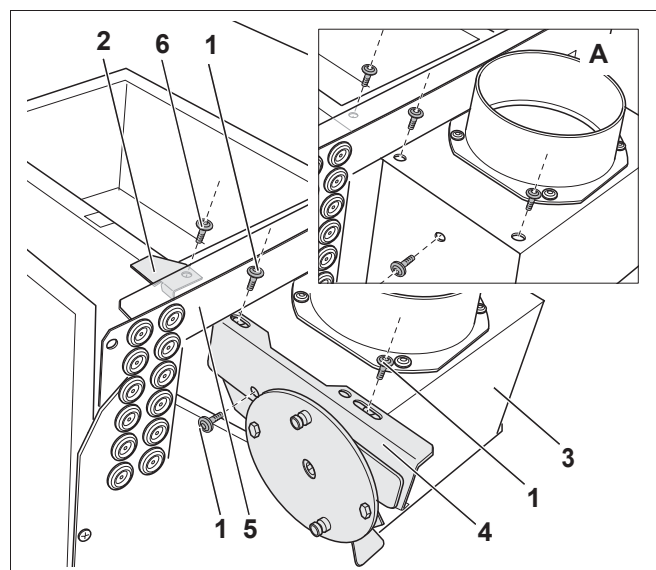
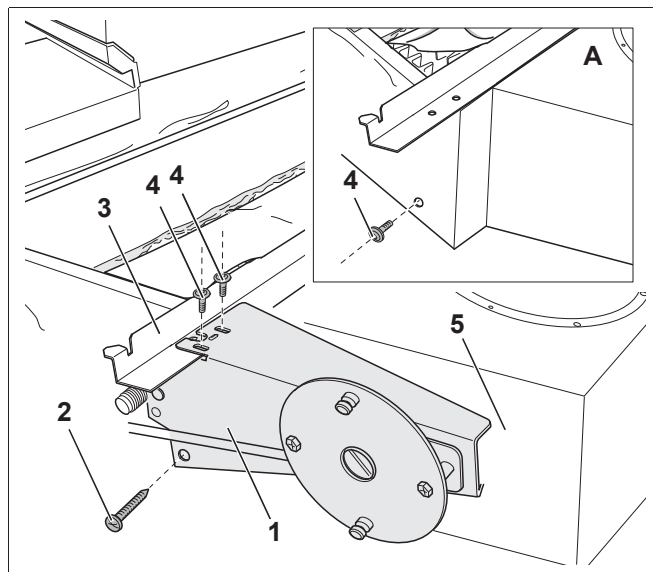
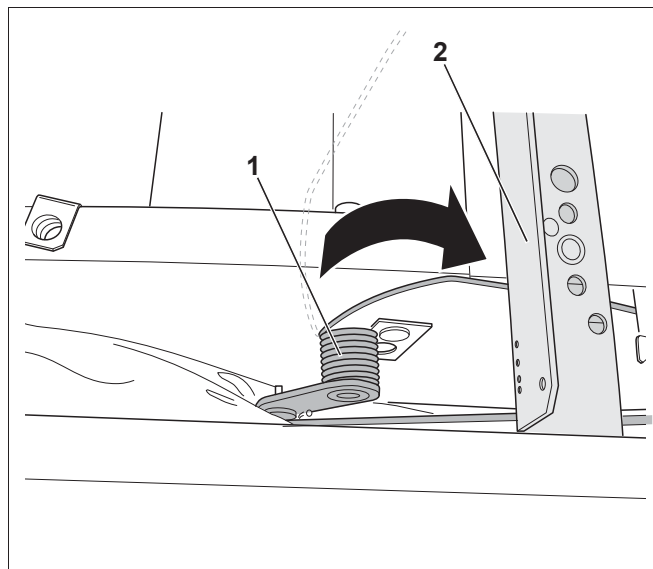

Рис. 9 Монтаж кронштейна АК 114/АК 204 (здесь на G114)
Рис. 10 Монтаж кронштейна АК 204 (для котла с 7 секциями), АК 304 и АК 334 (здесь на G334)
Рис. 11 Натяжение пружины (здесь на G334)
Монтаж кронштейна АК 114 показан здесь на примере котла G114 (рис. 9).
Крепежный уголок (рис. 9, [2]) требуется только для G114 и G124, чтобы натянуть пружину (рис. 11, стр. 10).
- Выверните три винта (рис. 9, [1]) из прерывателя тяги (рис. 9, [3]) (рис. 9, выноска А).
- Слегка оттяните заднюю стенку котла (рис. 9, [5]) так, чтобы можно было вынуть винт для крепежного уголка (рис. 9, [6]).
- Закрепите крепежный уголок (рис. 9, [2]) винтом (рис. 9, [6]) на прерывателе тяги (рис. 9, [3]).
- Закрепите заднюю стенку котла (рис. 9, [5]).
- Установите кронштейн (рис. 9, [4]) на прерыватель тяги (рис. 9, [3]).
- Закрепите кронштейн (рис. 9, [4]), завернув рукой три винта (рис. 9, [1]).
Монтаж кронштейна АК 204 показан здесь на примере котла G114 (рис. 9).
Монтаж АК 204 (для котла с 7 секциями), АК 304 и АК 334 показан здесь на примере котла G334 (рис. 10).
- Выверните винт (рис. 10, [4], **выноска А**) сбоку из прерывателя тяги.
- Закрепите кронштейн запорного клапана АК 304 (рис. 10, [1]) завернув рукой прилагаемый саморез (рис. 10, [2]) сбоку в прерыватель потока (рис. 10, [5]).
- Закрепите кронштейн (рис. 10, [1]), завернув рукой прилагаемые винты (рис. 10, [4]) в нижнюю траверсу (рис. 10, [3]).
- Зацепите пружину (рис. 11, [1]) под крепежным уголком (рис. 9, стр. 9).
- Заведите пружину (рис. 11, [1]), как показано на рис. 11, под нижнюю траверсу (рис. 11, [2]).
- Затяните винты (рис. 9, стр. 9) и саморез (рис. 10, стр. 10) кронштейна.